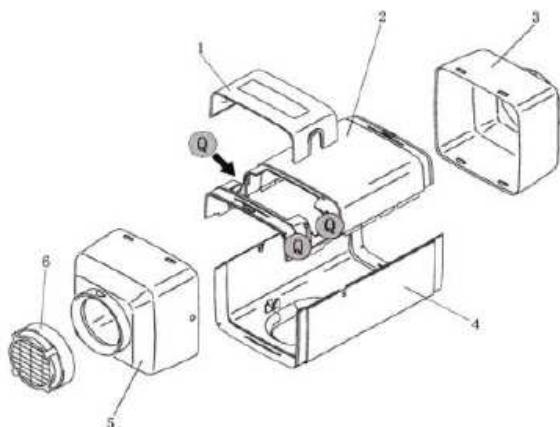
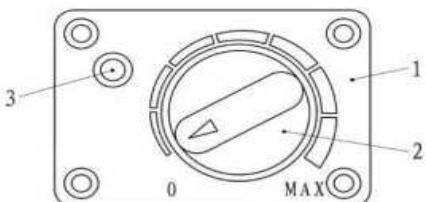
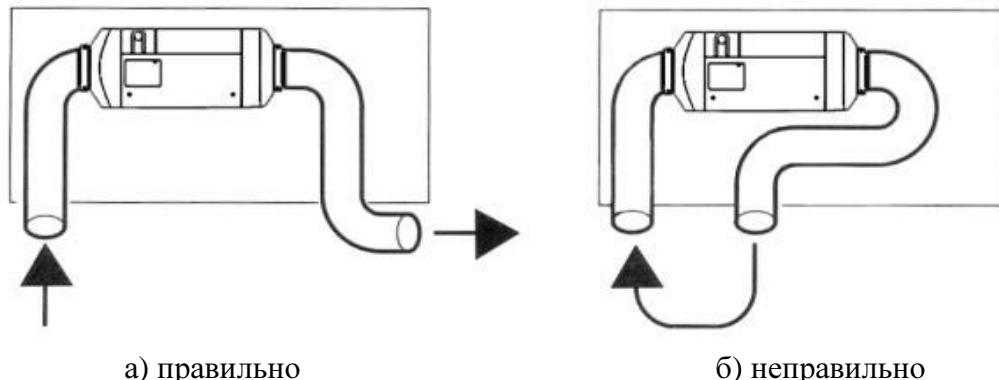

Рис. 4
Рис. 6
Рис. 11
Структура кожуха представлена на Рис.4. Он состоит из верхней крышки 2 (крышка распределительной коробки 1 может быть зафиксирована на отверстии в верхней крышке), нижней крышки 4, крышки на входе воздуха 6, крышки на входе потока воздуха в печку 5 и крышки на выходе горячего воздуха 3. Эти компоненты формируют канал прохождения воздуха. Крыльчатка вентилятора (Рис.6 -3) осуществляет забор холодного воздуха. Воздух нагревается теплообменником и выдувается наружу.
Выключатель представлен на Рис. 6. Ручка управления выключателя используется для выполнения следующих операций: включения и выключения печки, снятия блокировки печки, произошедшей в результате возникших неисправностей, и переключения между режимами работы с постоянной температурой и постоянной мощностью при помощи кнопки переключения режимов.
4.3.6 В случае внутренней установки печки необходимо принять меры чтобы избежать опадания горячего воздуха с выхода на входной порт печки (как показано на Рис. 11). Если в этом режиме входная труба не подсоединяется, то на входе печки должна быть установлена крышка с сеткой (Рис. 4 -б). Воздух на вход печки должен поступать из холодных мест салона, таких как места под креслами или задним диваном.